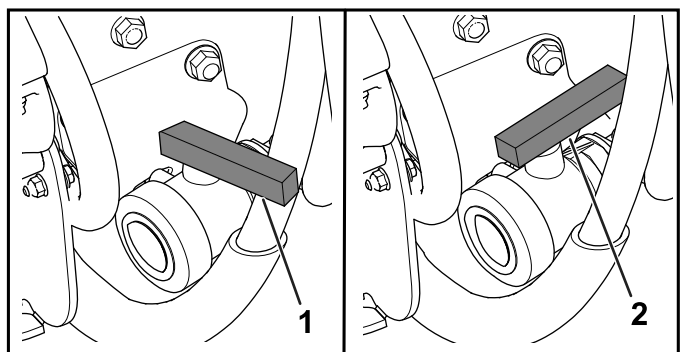

Figura 86
3. Abra a válvula para drenar todo o material não utilizado do depósito (Figura 86).
4. Feche a válvula de drenagem (Figura 86).